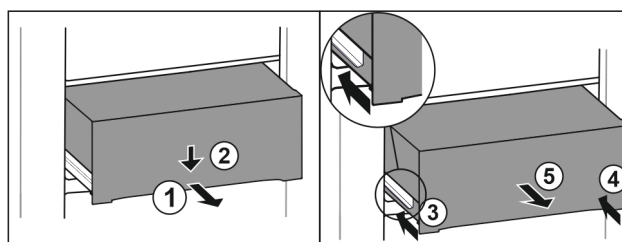

Fig. 108
- Estrarre il cassetto a metà. Fig. 108 (1)
- Premere il cassetto sul lato anteriore verso il basso. Fig. 108 (2)
- Spingere la guida sinistra di circa 2 cm verso l'interno. Fig. 108 (3)
- Spingere la guida destra di circa 2 cm verso l'interno. Fig. 108 (4)
- Rimuovere il cassetto tirandolo in avanti. Fig. 108 (5)